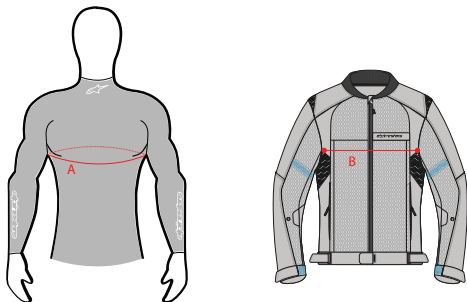

Figura 22: Referencias para las Mediciones de la Circunferencia Torácica (A) y la Anchura Torácica de la prenda (B)
¡IMPORTANTE! El Sistema deberá llevarse con cualquier prenda exterior que cumpla los siguientes criterios: medir la circunferencia del pecho (A) y la anchura de la prenda en la región pectoral (B). La prenda es compatible con el Sistema si B es mayor que A dividido por 2 más 16 cm ($B > 0.5 \times A + 16 \text{ cm}$ o $B > 0.5 \times A + 6,30 \text{ in}$) (Figura 22).